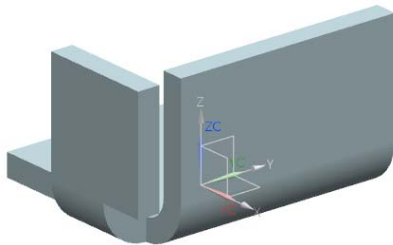

图 3-21 第 2 弯边特征
(3) 在“弯边”对话框中, 单击<确定>按钮, 创建如图 3-21 所示弯边特征。